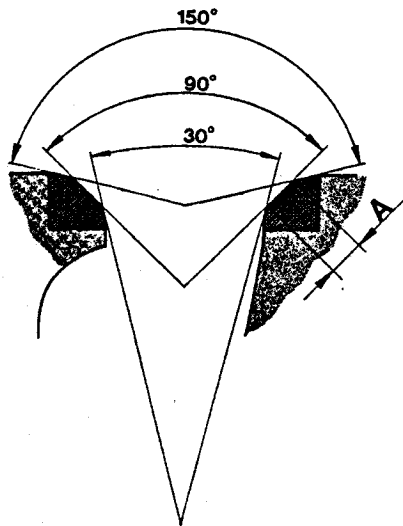

Fig. 20 Rectification du siège de soupape
6. Aléser ou rectifier les sièges de soupape (figure 20). Pour la rectification, enlever le moins possible de matière, juste suffisamment pour que le siège ait une forme exacte et une bonne surface de contact.